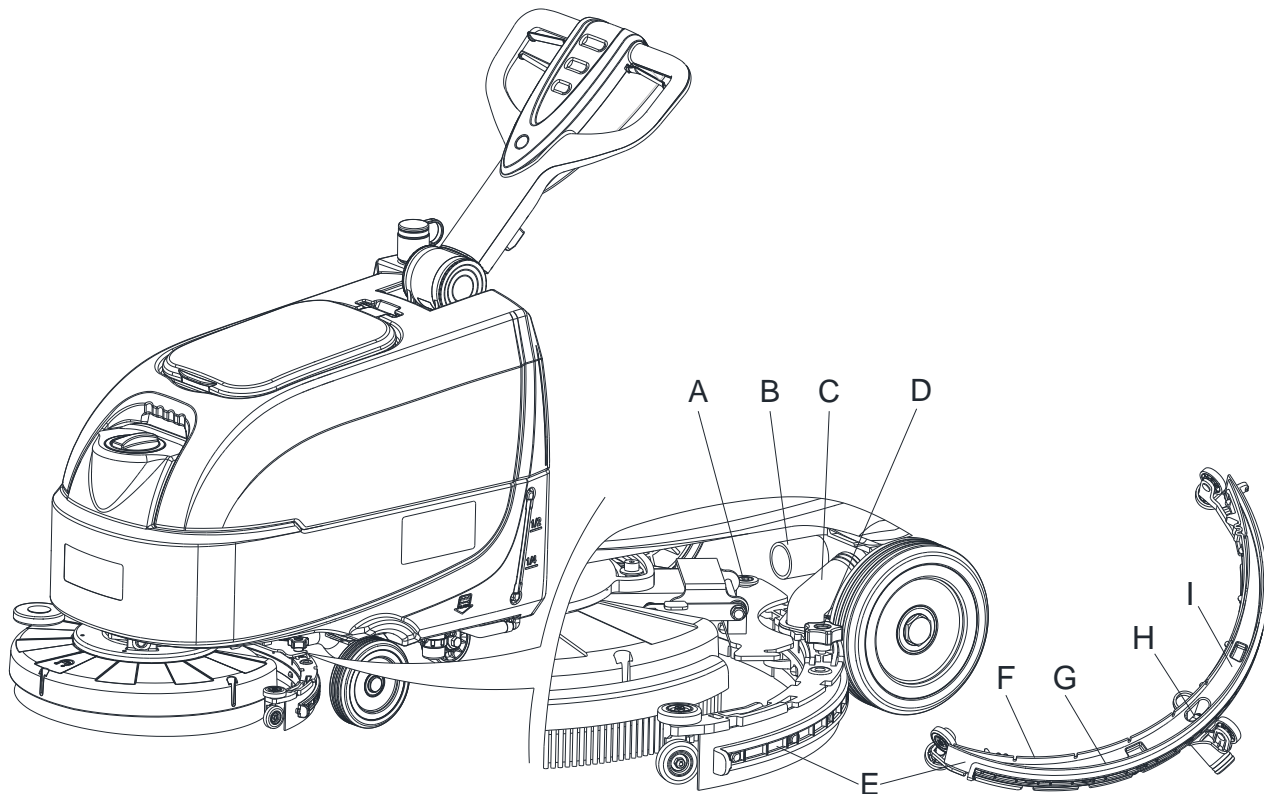
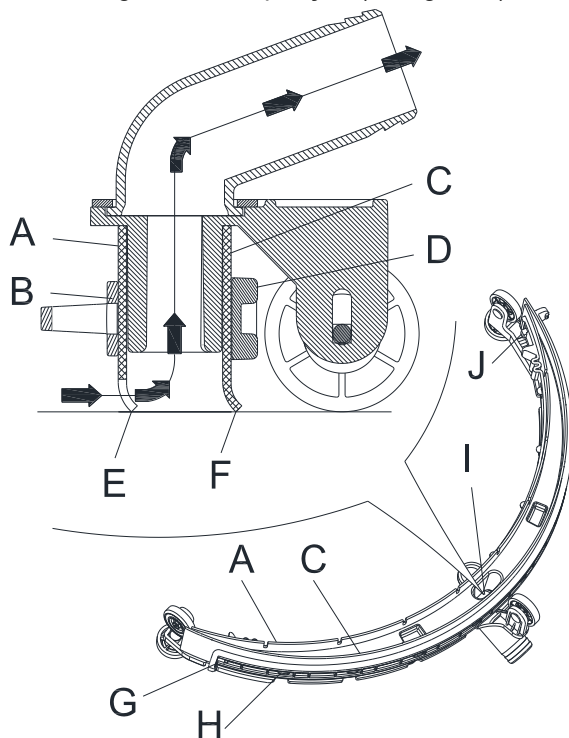

Figura 2
Figura 3
22. Verificar a condição das palhetas dianteira (A, Figura 3) e traseira (C), certificando-se de que não há cortes e rasgos. Se necessário, substituí-las como mostrado abaixo. Certificar-se de que o canto dianteiro (F) da palheta traseira não esteja gasto; caso contrário, girar a palheta para substituir o canto gasto com um dos três cantos intactos restantes. Se os outros cantos também estiverem desgastados, substituir a palheta de acordo com os passos seguintes:
- Usar a lingueta (G) para soltar e remover a correia elástica (D) dos fixadores (H) e, em seguida, girar ou substituir a palheta traseira (C).
- Montar a palheta traseira na ordem inversa em relação à remoção. Fixar a correia elástica (D) aos fixadores (H) começando por um dos lados. Para facilitar o procedimento de fixação, fixar os fixadores individualmente, travando a correia antes do fixador com uma mão e puxando-a com a outra.
- Remover a correia de fixação (B) desengatando-a dos fixadores (J).
- Substituir (ou virar) a palheta dianteira (A) e, em seguida, reinstalar a correia de fixação (B).
23. Instalar o limpador (E, Figura 2) e apertar o botão (D, Figura 2).
24. Conectar a mangueira de aspiração (B, Figura 2) ao conector do limpador (C, Figura 2).